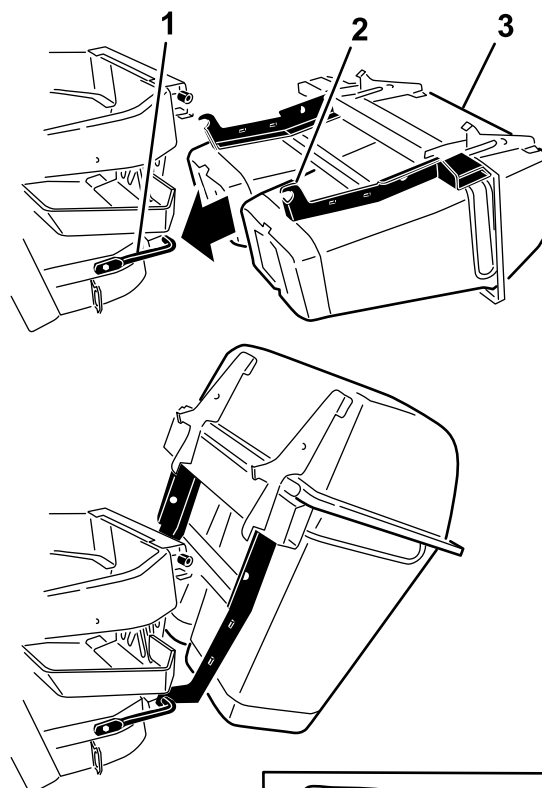

Bild 7
2. Schieben Sie die Haken auf die untere Befestigungshalterung (Bild 7).
3. Drehen Sie die Abdeckung nach oben auf die untere Befestigungshalterung für das Heckfangsystem (Bild 7).
4. Fluchten Sie das Loch im Heckfangsystem mit der oberen Befestigungshalterung aus (Bild 7).
5. Setzen Sie den Stift ein und befestigen Sie ihn an beiden Seiten mit dem Splint (Bild 7).